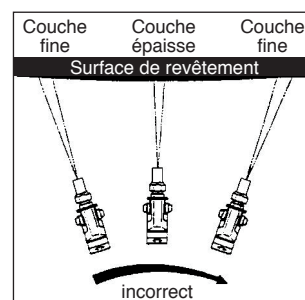

Fig. 84 : Guide de pistolet pulvérisateur
- Veillez à la vitesse constante et déplacez le pistolet pulvérisateur parallèlement à la surface à revêtir. Un pistolet pulvérisateur instable entraîne un revêtement irrégulier (voir Fig. 84).